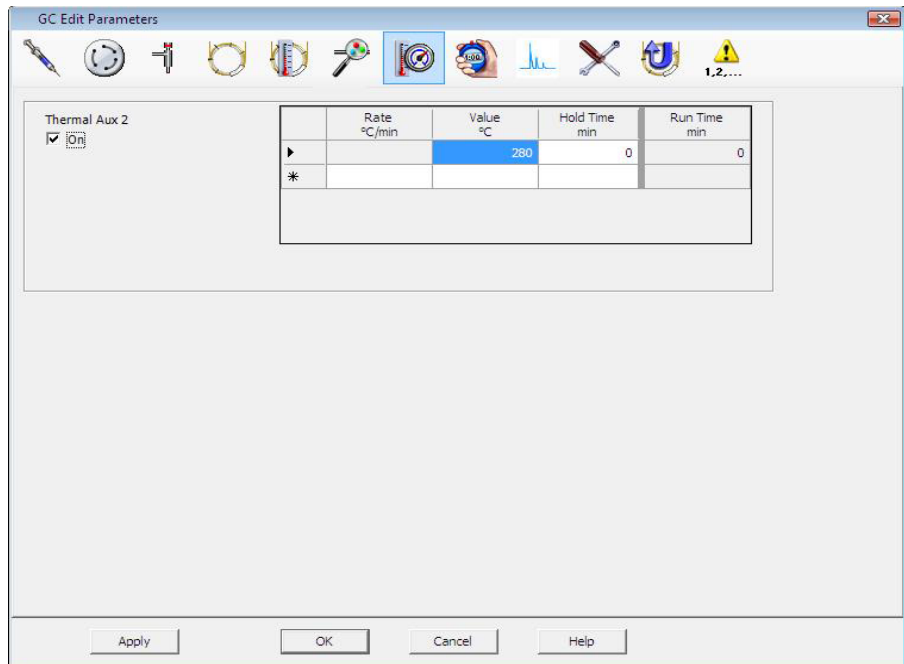

Figure 16 Configuration de la température de l'interface
- 3 Cliquer sur l'icône **Aux** pour modifier la température de l'interface (Figure 16).